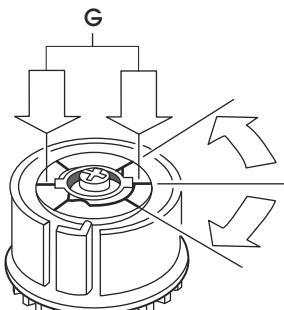

Figure 7
3. Appuyez sur (G) le régulateur de tension noir au centre. Tournez (H) dans le sens horaire pour augmenter la tension de la doublure. Tournez (I) pour desserrer. (Voir Figure 7)